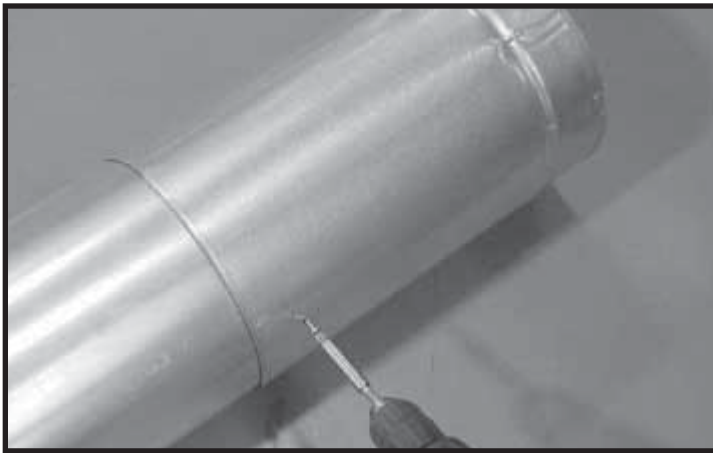

Figure 7.4 Vis sur la section coulissante
- Fixez les tuyaux et sections coulissantes avec deux vis d'au plus 13 mm (0,5 po) en utilisant les trous de guidage de la section coulissante. Voir la figure 7.4.